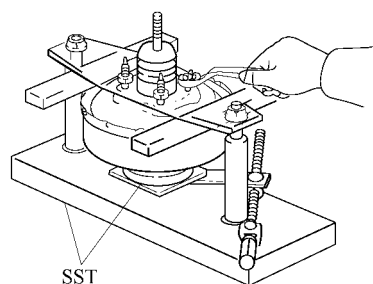

图 15-34 松开专用工具上部的左右两侧螺母
2) 松开专用工具上部的左右两侧螺母，并在前壳体与上压板之间插入木板，如图 15-34 所示。然后均匀地向下旋紧四个安装螺母使前后壳体分开，拆下膜片弹簧和推杆。